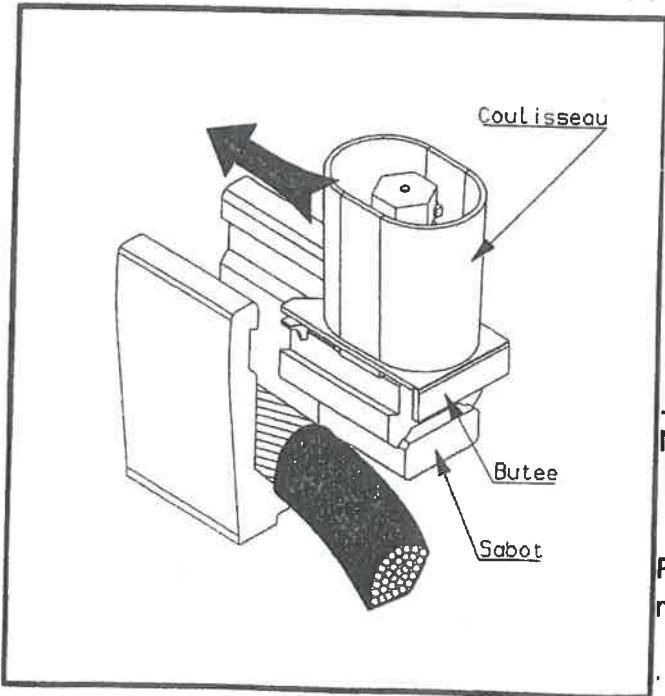

Figure 3
- . Placer les conducteurs au fond des étriers, dans l'ordre suivant : Neutre, PH1, PH2, PH3 (fig.3)